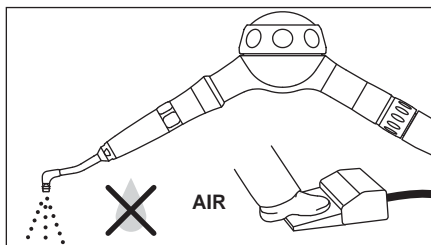

図 12
- 2) エアのみで空運転し、ノズルの中のパウダーを排出します（図 12）。